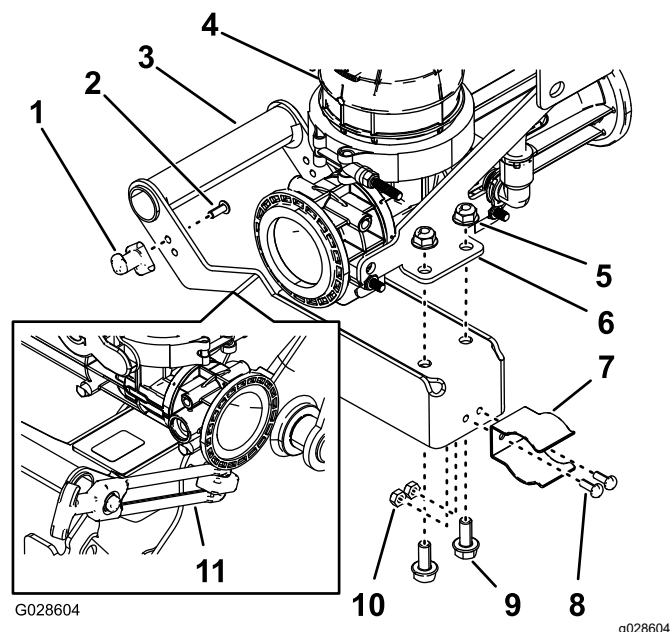

Figura 21
1. Montai suportul clichetului la mânerul ejectorului (Figura 21) folosind cele 2 uruburi cu cap imbus (#10-24 x ½").
2. Montai clemă arc pe mânerul clichetului (Figura 21) folosind cele 2 uruburi (#10-24 x ½ inch) i 2 contrapiulie (#10-24).
3. Montai mânerul la placa de montare pentru ejector (Figura 21) cu 2 uruburi cu guler (5/16 x ¾") i contrapiulie cu guler (5/16").